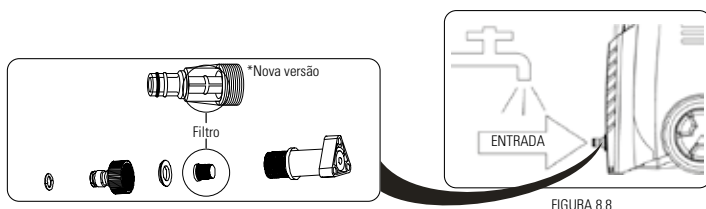

FIGURA 8.8
Verifique também o filtro de entrada periodicamente e realize a limpeza se necessário (Figura 8.8).
4. Conecte a mangueira de entrada de água à hidrolavadora (Figura 8.8).